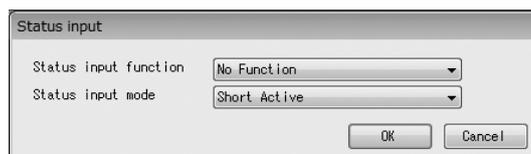

図57
- ⑦ 「OK」 ボタンをクリックした後、項目入力のウィンドウに戻りますので「Cancel」 ボタンをクリックして、項目入力のウィンドウを閉じてください。
- 設定を止める場合は②～⑤の間で「Cancel」 ボタンをクリックしてください。
- ① メニューの「Setup(S)」>「Status input」をクリックします。
- ② 次のウィンドウ(図57)が表示されます。ここではステータス入力の機能を設定します。